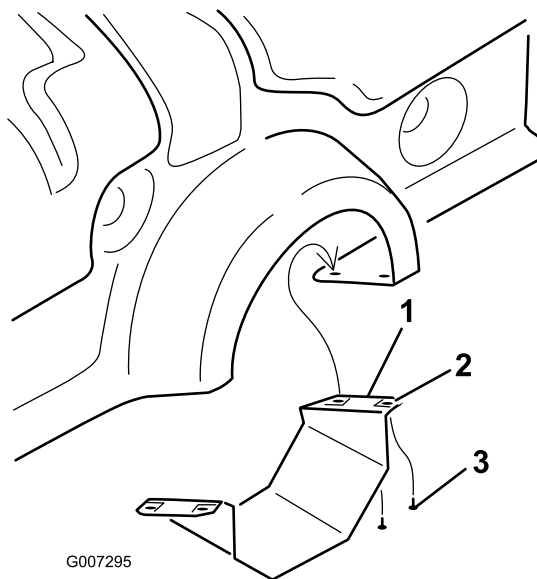

Figura 10
- Solo en el ProCore 864, retire el protector inferior de la TDF (Figura 10).